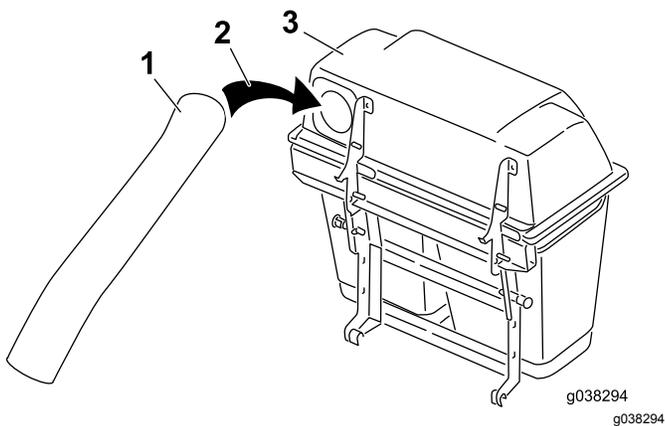

Figura 48
5. Montate il tubo superiore sull'apertura del sistema di raccolta ed estraetelo di nuovo in modo che la guarnizione della tramoggia sporga in fuori (Figura 48).